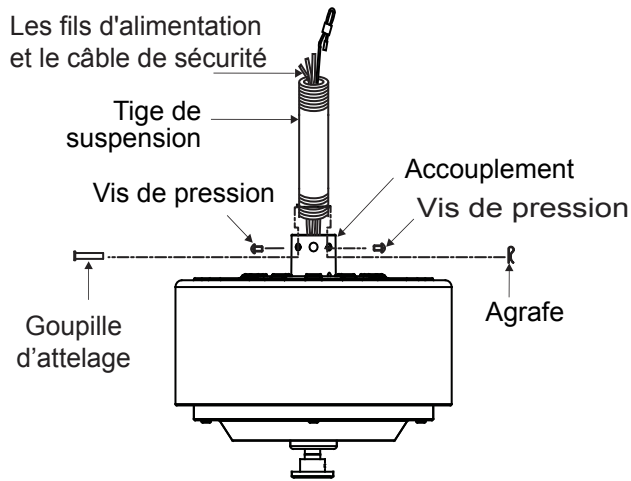

Fig. 9
**Étape 7.** Desserrez les deux vis de pression et retirez la goupille d'attelage et l'agrafe de l'accouplement sur le dessus du moteur. (Fig. 9)
**Étape 8.** Faites passer avec soin les fils d'alimentation électrique et le câble de sécurité sortant du dessus du moteur du ventilateur par la tige de suspension. Vissez la tige de suspension dans l'accouplement jusqu'à ce que les trous de la goupille d'attelage soient alignés. (Fig. 9)
Ensuite, remettez la goupille d'attelage et l'agrafe en place. Serrez les deux vis de pression. (Fig. 9)